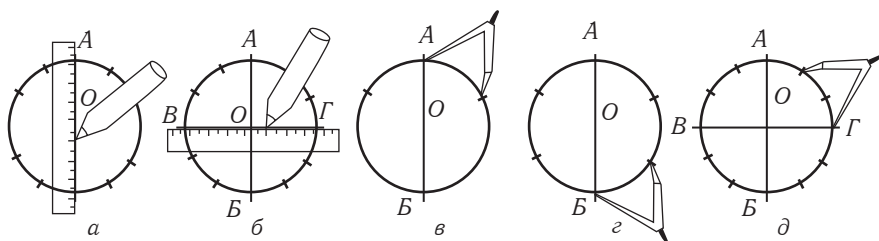

Рис. 11. Поділ кола за допомогою лінійки і циркуля
**Поділ кола на частини.** При виготовленні багатьох виробів доводиться ділити круг на кілька частин. Щоб поділити круг на дві рівні частини (рис. 11а), досить через точку А та О провести лінію. Для поділу круга на чотири рівні частини прикладають лінійку почергово спочатку до точок А і О, а потім до точок В і О і проводять лінії (б). Поділ кола на 3, 6 та 12 частин виконують за допомогою циркуля. Щоб поділити круг (коло) на три частини, необхідно провести осьову лінію. Одержимо точки перетину осьової лінії з колом А та Б. Ніжки циркуля розводять на відстань радіуса. Ніжку циркуля з голкою ставлять у точку А, а ніжкою з олівцем роблять дві засічки справа і зліва.